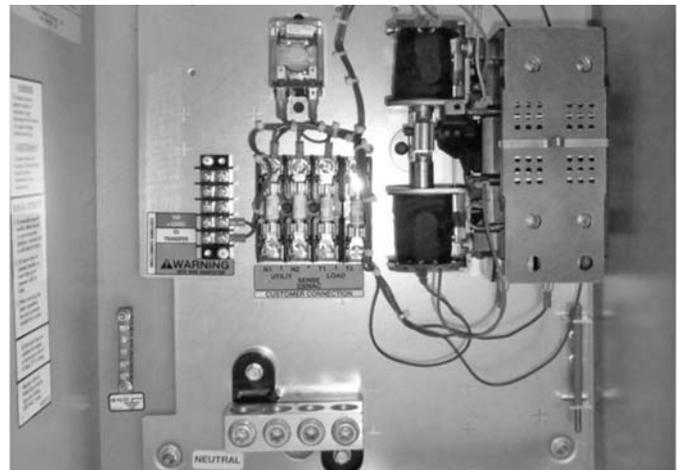

Рис. 2-5.
9. После монтажа переключателя снимите крышку, чтобы выполнить электрическое подключение (см. рис. 2-5).